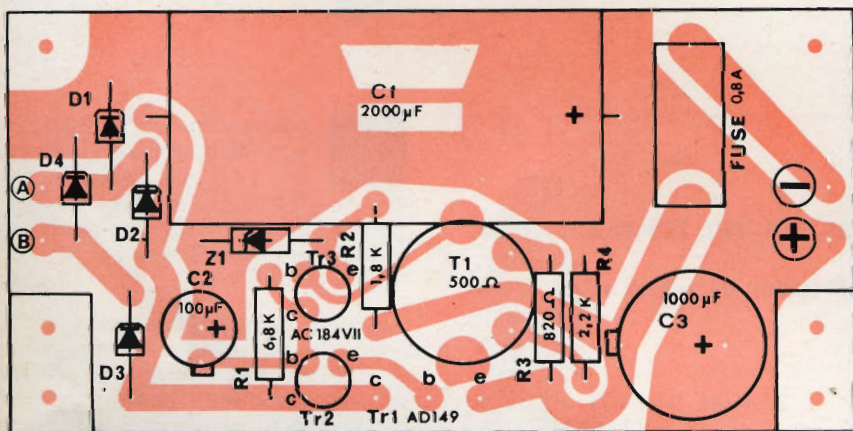

Fig. 2 - Serigrafia dei componenti sul circuito stampato.
In fig. 2 è riportata una vista serigrafica della disposizione dei componenti e tale serigrafia è stampata sulla parte non ramata della basetta a circuito stampato, in modo da facilitare enormemente il montaggio.
- Tagliare 7 cm di trecciola rossa, nera e bianca, quindi saldare tali spezzoni ai punti c-b-e riferiti a TR1 - AD 149 come si può notare dalla citata fig. 2.